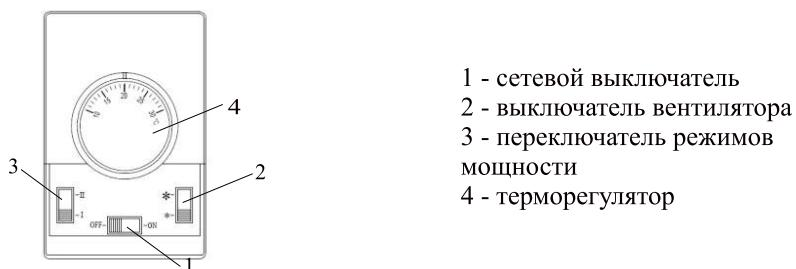

Рис. 1. Пульт управления
5.3 Управление завесой осуществляется с выносного пульта управления (см. рис. 1). Пульт управления позволяет поддерживать необходимую температуру воздуха вблизи проема и регулировать тепловую мощность завесы.